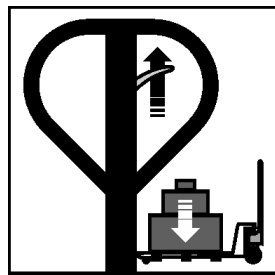

Fig. 9 – Bajar la carga
c. Posicione la palanca para arriba para bajar la carga (fig. 9).